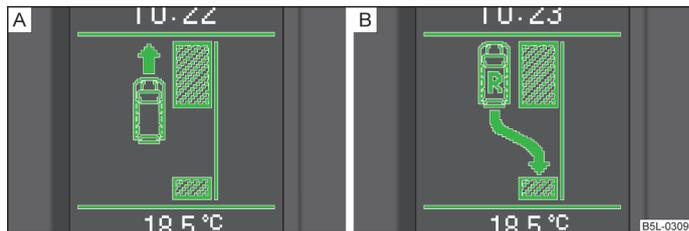

Fig. 122 Visor de informações: lugar de estacionamento detectado com o aviso para continuar a avançar  e para engrenar a marcha-atrás
- Caso a assistência ao estacionamento tenha detectado um lugar de estacionamento adequado, esse lugar é exibido no visor de informações » Fig. 122.
- Avance um pouco mais, até que seja exibida a indicação  » Fig. 122.